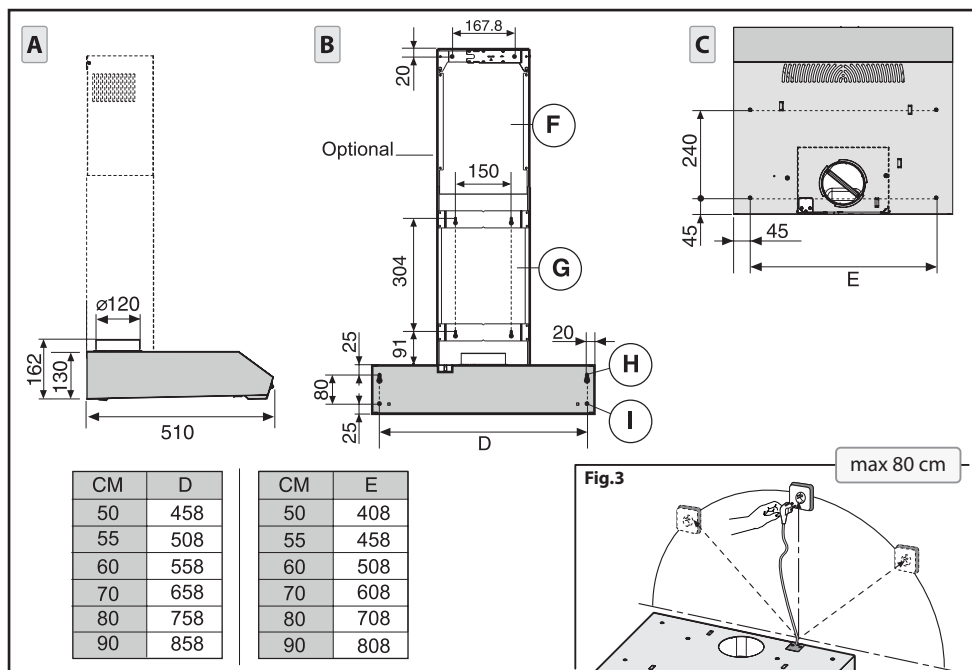

Fig.2
1. Fixation de la hotte sous un meuble haut (Fig.2):
2. Fixation murale de la hotte (Fig.2):